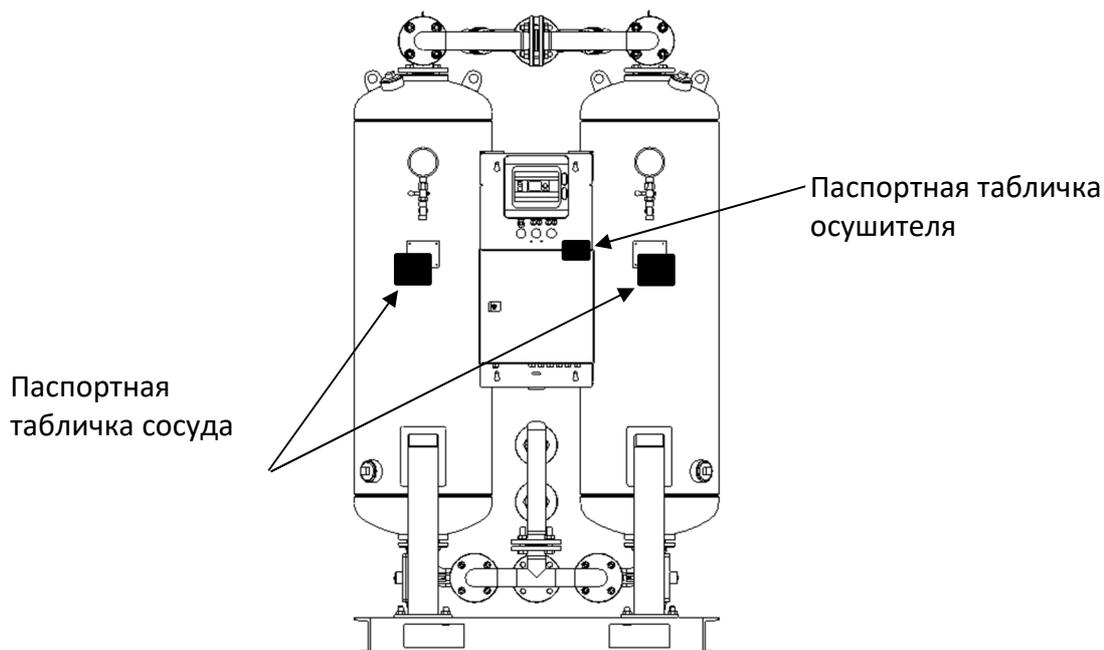

Рис. 1: Расположение паспортной таблички сосуда и осушителя
- Не допускается превышение значения максимального рабочего давления или выход за пределы диапазона рабочих температур (см. паспортные таблички осушителя и сосуда под давлением; → рис. 1).